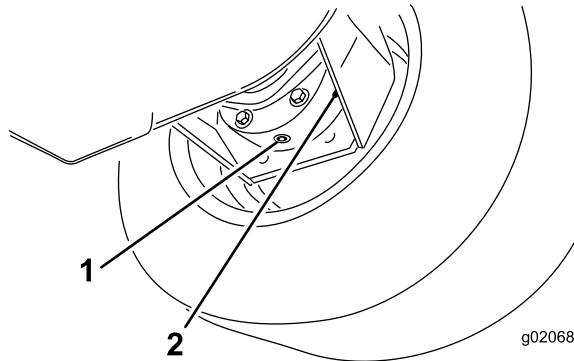

Bild 69
3. Stellen Sie eine Auffangwanne unter das Bremsgehäuse, entfernen Sie die Ablassschraube und lassen das Öl ablaufen (Bild 69).